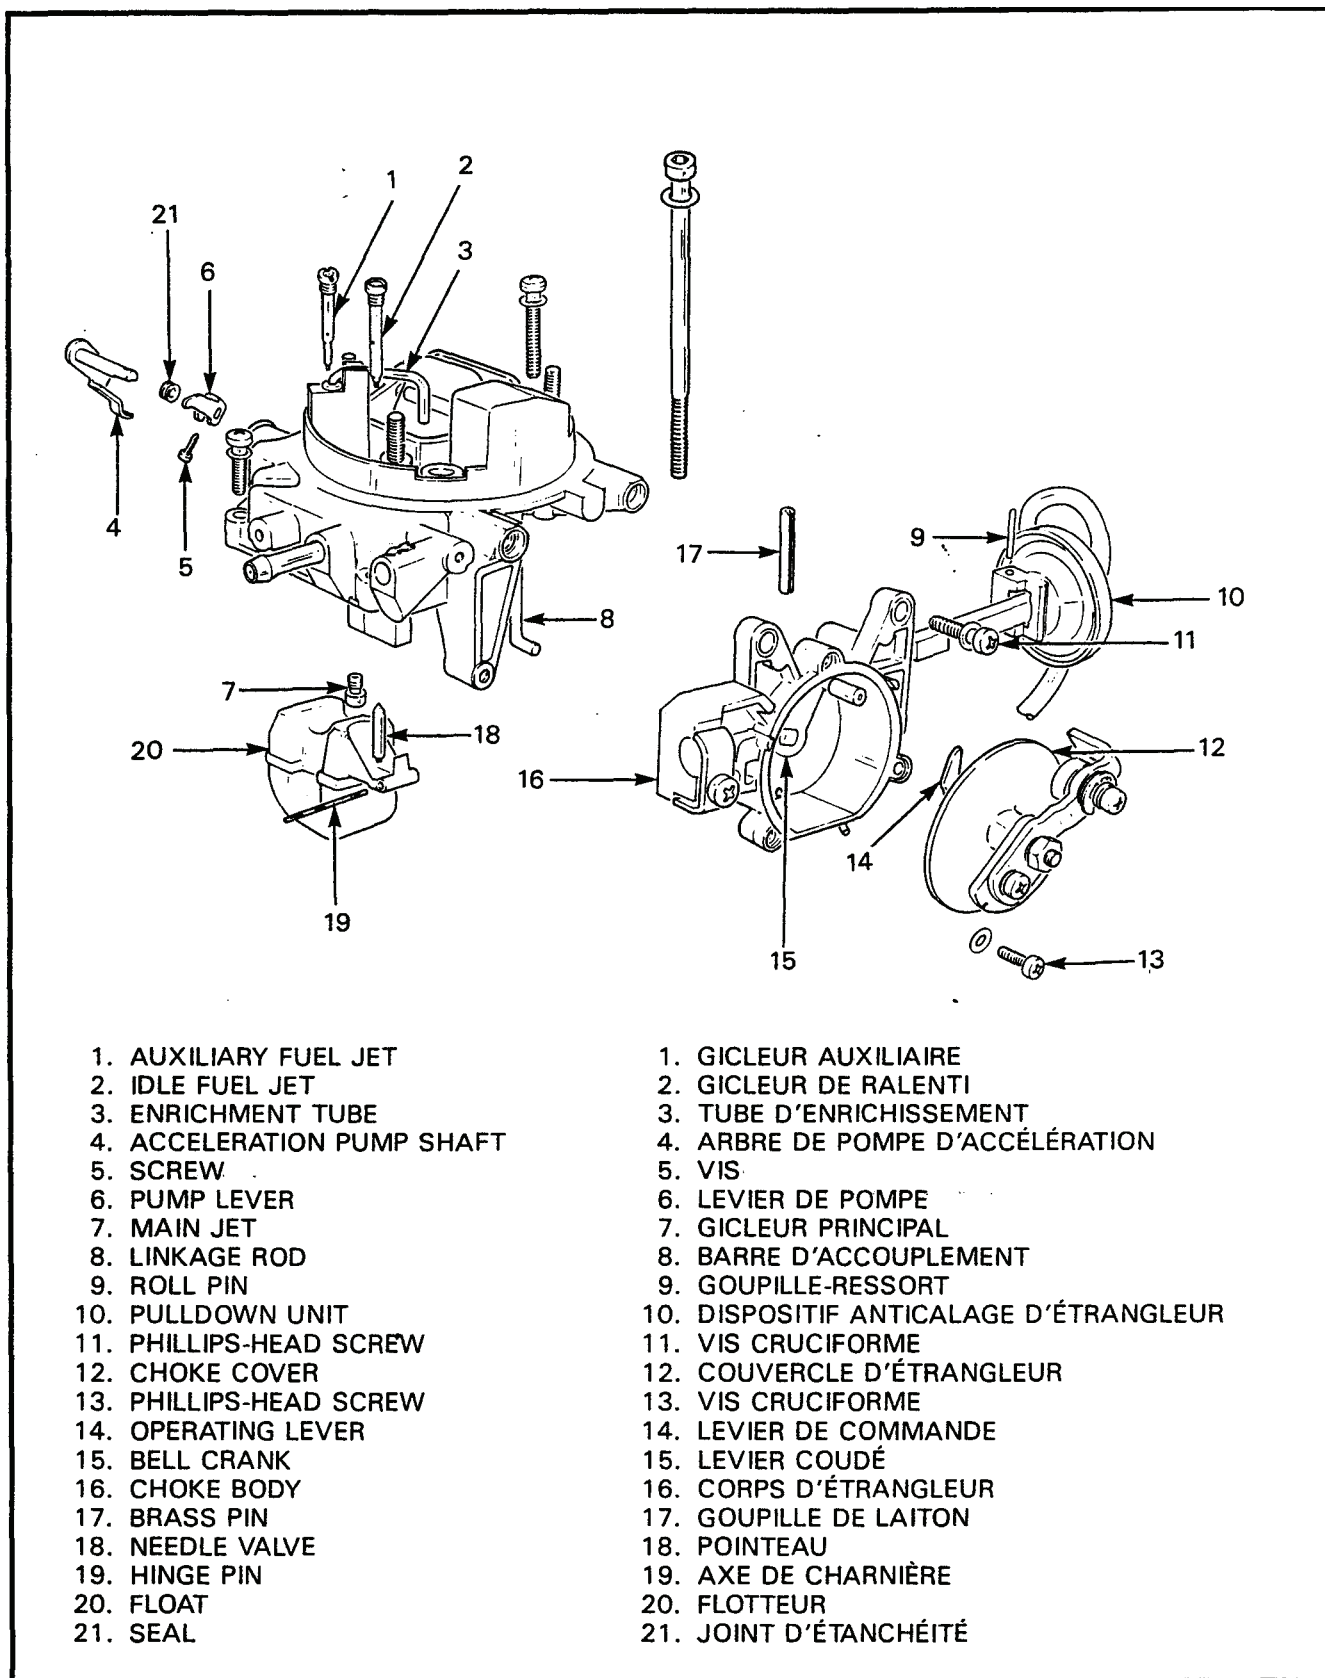

Figure 2-1-5 Top Half of Carburetor
(2) Remove the two Phillips-head screws (10) and remove the part load enrichment valve (11) and gasket (12).	(2) Enlever les deux vis cruciformes (10) et enlever la soupape d'enrichissement à charge partielle (11) et le joint (12).
(3) Pry the guide ring (21) from the accelerator pump (20) and remove the pump piston and spring (19).	(3) Extraire l'anneau de guidage (21) de la pompe d'accélérateur (20) et enlever le piston et le ressort (19).
(4) Using a small hooked tool, pull the suction ball, retaining cap (18) from the bottom of the pump chamber.	(4) Au moyen d'un petit outil recourbé, enlever le capuchon de retenue (18)-de la bille d'aspiration du bas de la chambre de la pompe.
(5) Turn the body over and remove the suction ball (17).	(5) Retourner le carburateur et enlever la bille d'aspiration (17).
(6) Carefully pry or pull the pump injection tube (2) from the body.	(6) Soulever ou tirer soigneusement le tube d'injection de la pompe (2) du corps du carburateur.
(7) Remove the nylon plug (6) and the CO adjusting screw (5).	(7) Enlever le bouchon de nylon (6) et la vis de réglage du CO (5).
(8) Remove the nylon plug (15) covering the throttle valve adjusting screw (16).	(8) Enlever le bouchon de nylon (15) de la vis de réglage du papillon (16).
(9) Remove the idle adjusting screw (13).	(9) Enlever la vis de réglage du ralenti (13).
(10) Remove the air/fuel cutoff valve (9).	(10) Enlever l'électrovalve de coupure air/carburant (9).
(11) Remove the plastic washer (7) from the vacuum advance tube (8).	(11) Enlever la rondelle de plastique (7) du tube d'avance à dépression (8).
c. See Figure 2-1-5 and disassemble the top half of the carburetor:	c. Voir figure 2-1-5 et démonter la partie supérieure du carburateur:
(1) Remove the three Phillips-head screws (11) and lock washers and remove the choke body (16) from the top.	(1) Enlever les trois vis cruciformes (11) et les rondelles-frein, et enlever le corps de l'étrangleur (16) de la partie supérieure.
(2) Using a small pin punch, drive the hinge pin (19) outward and remove the float (20) and needle valve (18).	(2) Au moyen d'un petit chasse-goupille, expulser l'axe de charnière (19) pour enlever le flotteur (20) et le pointeau (18).
(3) Remove the needle valve from the float.	(3) Enlever le pointeau du flotteur.
- (4) Remove the idle (2) and auxiliary (1) fuel jets.
- (5) Remove the main jet (7).
- (6) Remove the screw (5) and pull the acceleration pump shaft (4) from the top and the pump lever (6). Remove the seal (21) from the shaft.
- (7) Remove the pump lever.
d. See Figure 2-1-5 and disassemble the choke:
- (1) Using a small pin punch, drive the roll pin (9) and the brass pin (17) from the choke body (16).
- (2) Pry the pulldown unit (10) from the choke body.
- (3) Remove the three Phillips-head screws (13) and washers and remove the choke cover (12) from the body.
- (4) Enlever les gicleurs de ralenti (2) et auxiliaire (1).
- (5) Enlever le gicleur principal (7).
- (6) Enlever la vis (5) et enlever l'arbre de la pompe d'accélération (4) et le levier de la pompe (6). Enlever le joint (21) de l'arbre.
- (7) Enlever le levier de la pompe.
d. Voir figure 2-1-5 et démonter l'étrangleur:
- (1) Au moyen d'un petit chasse-goupille, expulser la goupille-ressort (9) et la goupille de laiton (17) de l'étrangleur (16).
- (2) Soulever le dispositif anticalage (10) de l'étrangleur.
- (3) Enlever les trois vis cruciformes (13) et les rondelles, et enlever le couvercle de l'étrangleur (12) du carburateur.